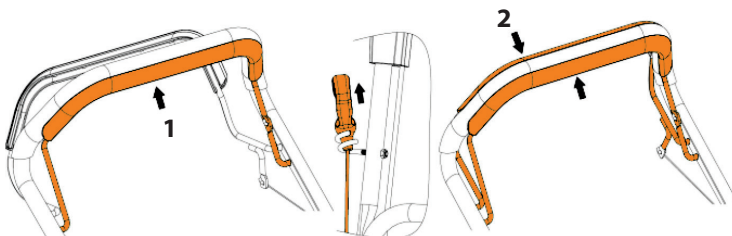

Рис. 8
8. Нажмите и удерживайте скобу включения двигателя **1** (Рис. 8).
9. Потяните рукоятку стартера до момента появления сопротивления, затем вытяните тросик на полную длину быстрым движением, двигатель должен запуститься. (Рис. 8)